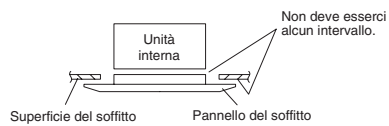

Fig. 7-7
- (8) Controllare che il pannello sia fissato bene al soffitto.
- A questo punto, controllare che fra l'unità interna e il pannello del soffitto o fra il pannello del soffitto e la superficie del soffitto non vi siano spazi vuoti. (Fig. 7-7)